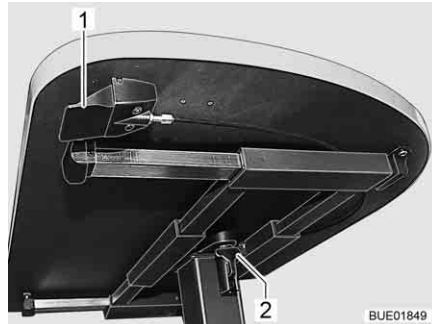

Bild 113 Verstellung Hubtisch
- Den Verriegelungshebel (Bild 113,2) nach unten klappen.
- Den Hebel (Bild 113,1) unter der Tischplatte nach oben drücken. Der Hubmechanismus im Tischfuß wird entriegelt.
- Den Hebel (Bild 113,1) unter der Tischplatte nach oben drücken. Die Tischplatte fährt selbsttätig bis zum Endanschlag nach oben.